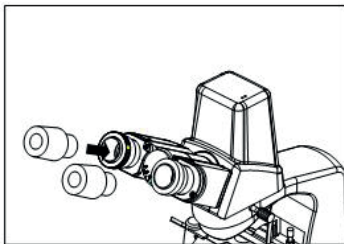
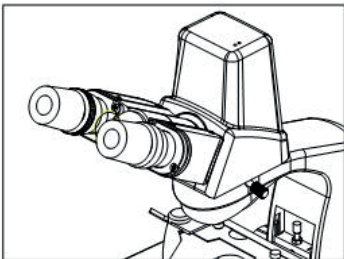

Fig.3
Fig.4
2.2.2 Instalación de los oculares (Fig.3 - Fig.4)
Introduzca los oculares en el tubo portaocular hasta que queden enfrentados, tal como se muestra en la Fig.4.